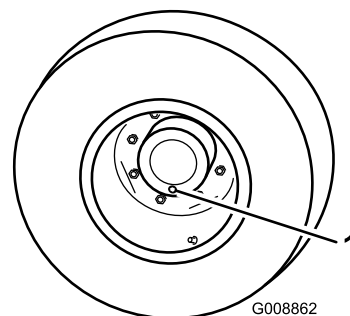

Bild 74
1. Stellen Sie die Maschine auf eine ebene Fläche und positionieren Sie das Rad so, dass sich die Prüf-/Ablassschraube (Bild 74) in der tiefsten Stellung befindet.